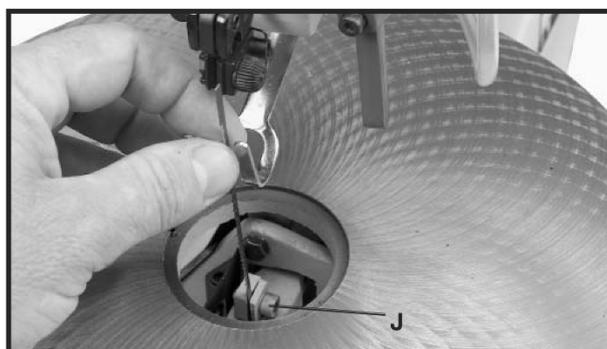

Fig. 25
7. Aperte o parafuso (J) Fig. 25 na instalação do conjunto inferior do protetor da lâmina.